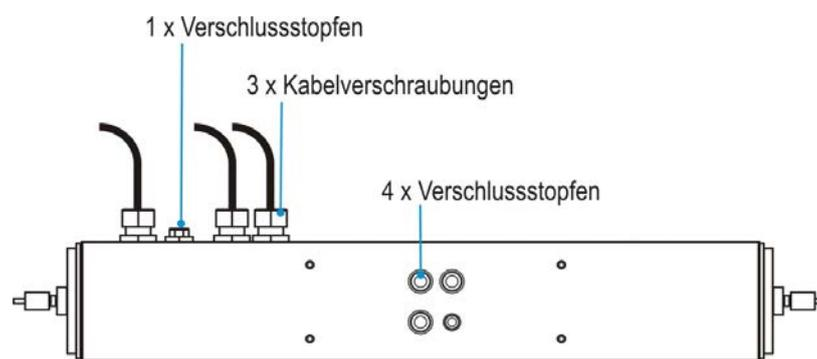

Abbildung 10: Kabeleinführungen mit Verschlussstopfen auf der Gehäuse-Unterseite
- Eine ausreichende Kabellänge wählen, damit beim Drehen/Neigen des Gehäuses die Kabel nicht beschädigt werden. Wahlweise können die Kabelverschraubungen auch auf der Unterseite des POLARIS montiert werden (siehe Kapitel 5.2.2, Abbildung 10).